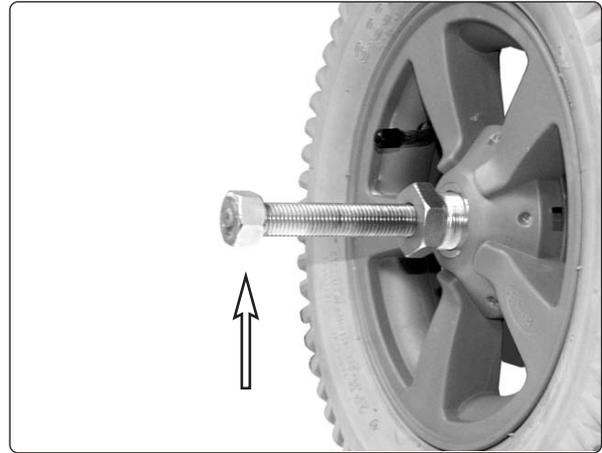

Abb. 11. Nabenabzieher 304103-99-0
4. Ziehen Sie das Rad von der Achse. Falls das Rad zu fest sitzt, verwenden Sie Nabenabzieher 304103-99-0, siehe Abb. 11.